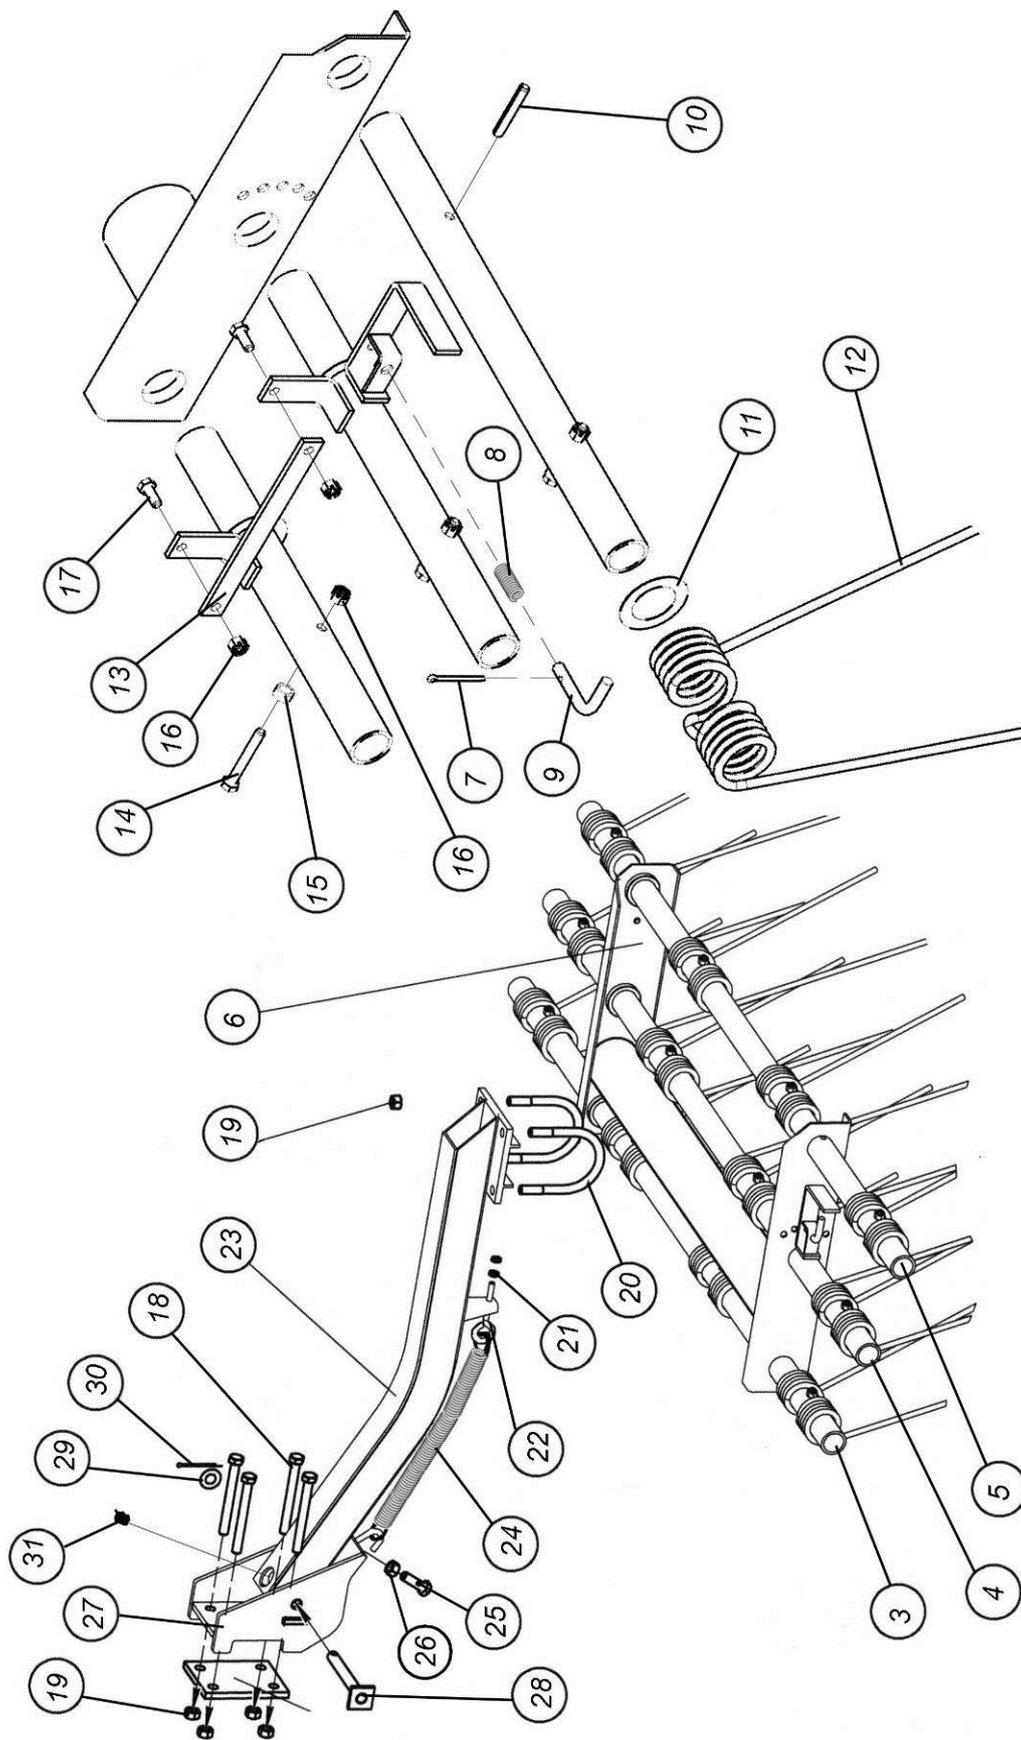

Рис. 7.1.6. Трехрядная борона
7.1.6. Трехрядная борона (рис. 7.1.6)